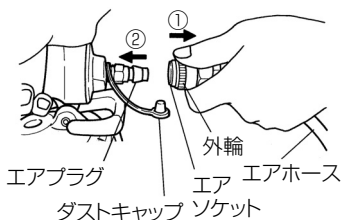

図 5
本機にエアホースを接続する場合はエアプラグからダストキャップをはずし、図 5 のように、①エアソケットの外輪を引き、②エアソケットをエアプラグにしっかりとさし込んでエアホースを接続します。（手をはなすと外輪は戻ります。）